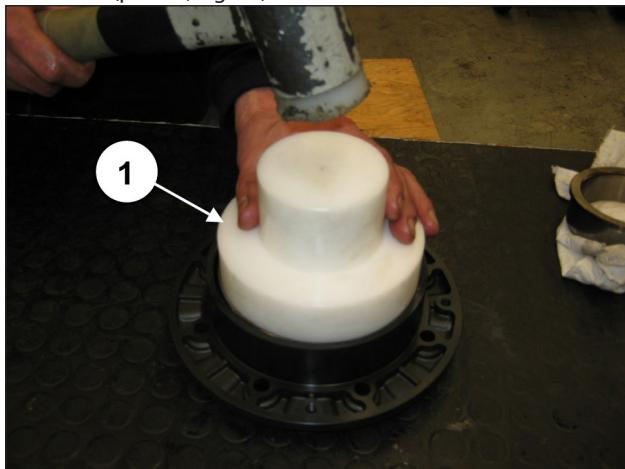
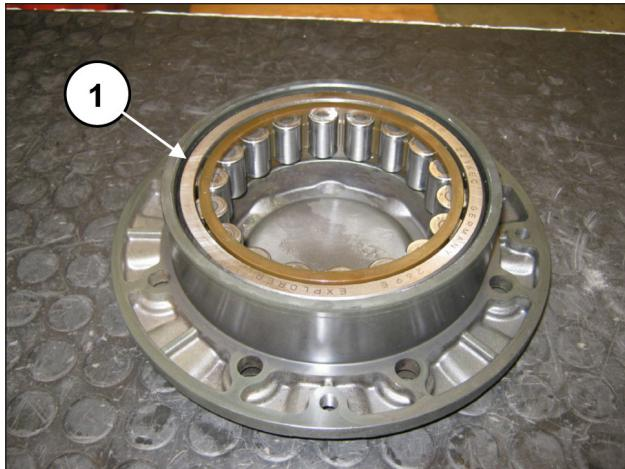

Fig. 57
Fig. 58
Repita a operação na tampa do mancal, pré-montando o anel externo do mancal do virabrequim usando a ferramenta cód. 27605000 (pos. ①, Fig. 57) até que ele esteja totalmente assentado (pos. ①, Fig. 58).